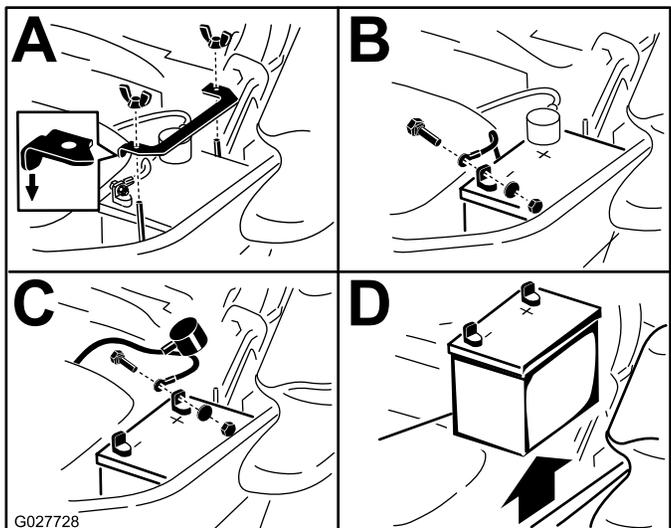

Figura 67
3. Retire la batería, según se muestra en Figura 67.
Nota: Coloque la batería en la bandeja, con los bornes frente al depósito de aceite hidráulico (Figura 67).